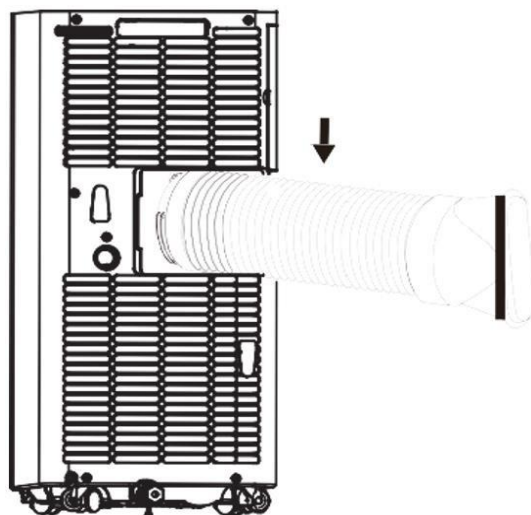

Bild 1
- Skruva fast frånluftsslangen (med adapter) i frånluftsutloppet på apparatens baksida (moturs, fig. 1).